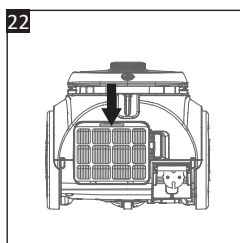

Fig. 22
3. Appuyez sur la languette sur le dessus du filtre de sortie d'air (23) pour le retirer de l'aspirateur (Fig. 22).